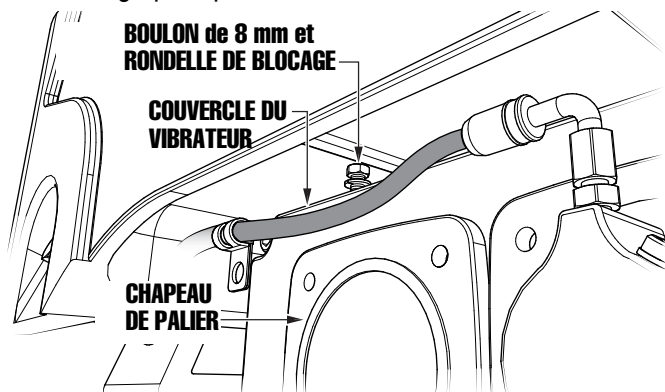

Figure 6. Retrait du boulon (couvercle du vibreur)
3. Avec une clé à rejets de 13 mm, retirer un boulon de 8 mm et une rondelle de blocage qui fixent le couvercle du vibreur au vibreur (Figure 6). Le boulon et la rondelle sont situés juste au-dessus du chapeau de palier à gauche. Garder le boulon et la rondelle de blocage pour plus tard.